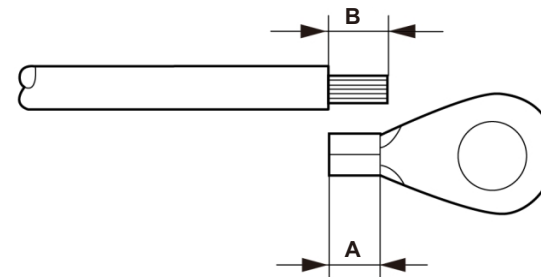

图5.8 剥线长度
3. 利用剥线钳将接地线缆的绝缘层剥去适合的长度（如图5.8）。